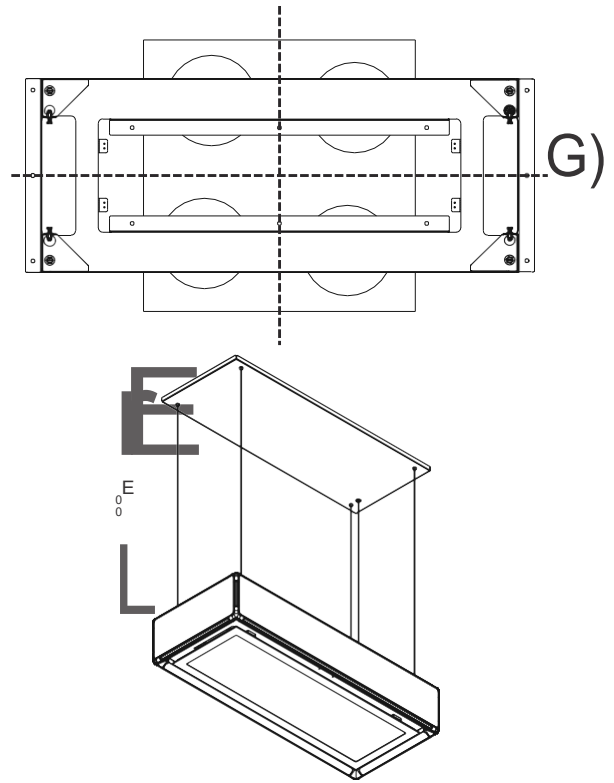

Fig. 20
- 1.** Takhängarket bör placeras för att centrera spisen. När du fäster installationsmallen på ytan, se till att den centrerar spisen (Fig. 20/1).
Avståndet mellan taket och ventilatorn är 1100 mm medan enheten är längst ner (Fig. 20).